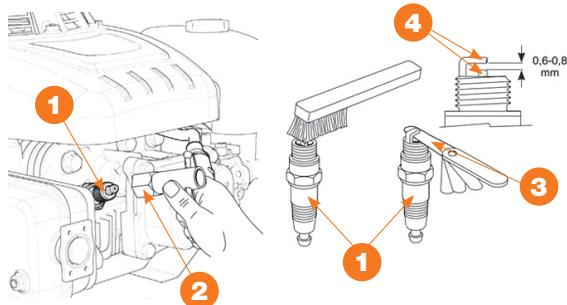

Рис. 25
- Вынуть свечу зажигания (Рис. 25) ① с торцевого ключа ②.
- Очистить электроды ④ с помощью проволочной щетки, удаляя все возможные отложения и нагар.
- Проверьте с помощью калиберного щупа ③ правильное расстояние между электродами (0,6 - 0,8 мм).
- Установить на место свечу ① и хорошо затянуть с помощью торцевого ключа ②.